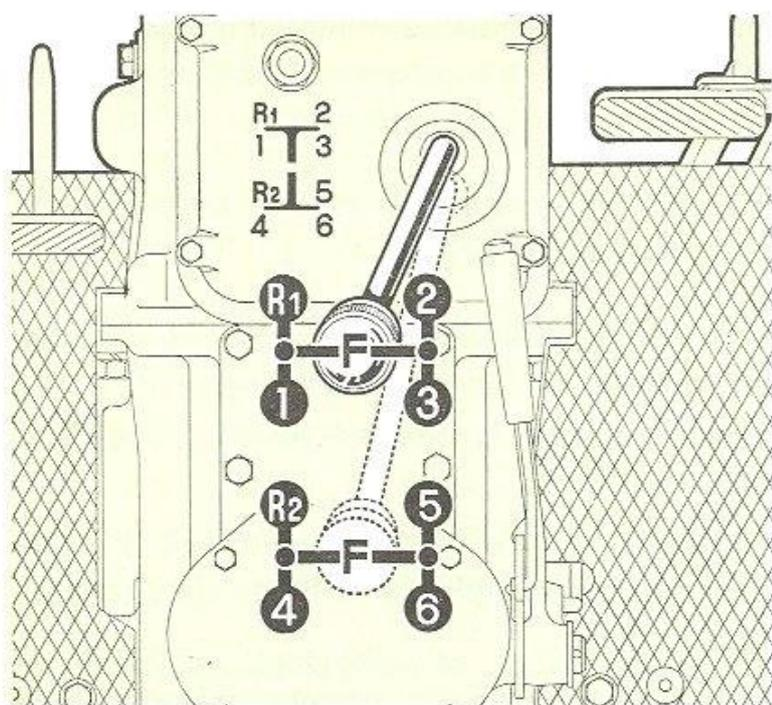

Fig. 7. - Positions du levier de changement de vitesses.
**12. Levier de changement de vitesses:** voir sur la fig. 7 les positions du levier correspondant aux six vitesses de la boîte. Pour passer de vitesse il faut toujours débrayer.